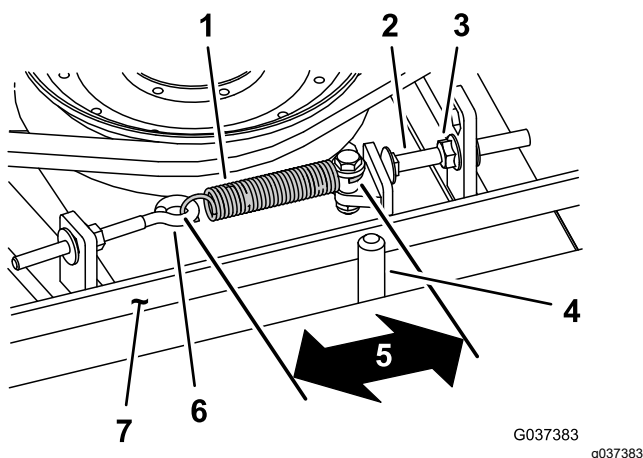

Figure 80
Lorsque le ressort d'extension est correctement tendu, l'intérieur doit mesurer (d'un crochet à l'autre) entre 8,3 et 9,5 cm. Lorsque le ressort est correctement tendu, ajustez le boulon d'arrêt (boulon de carrosserie) jusqu'à obtention d'un jeu d'environ 2 à 5 mm entre la tête du boulon et le bras de tension (Figure 80).
**Remarque:** La courroie doit être placée du côté ressort du guide (Figure 80).
2. Desserrez le boulon à œil pour pouvoir enlever le ressort d'extension (Figure 80).
3. Desserrez l'écrou à embase qui fixe le boulon d'arrêt à la patte de montage, et écartez la poulie de tension de la courroie pour détendre cette dernière (Figure 80).
9. Raccrochez le ressort d'extension (Figure 80) au boulon à œil et tendez la courroie comme suit :